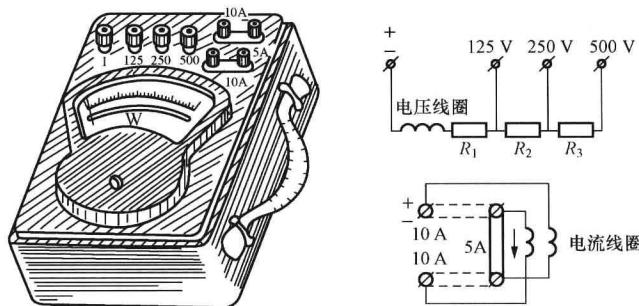

图 1-14 单相电功率表
- 3) 如图 1-14 所示, 有 4 个接线柱, 即 2 个电流端子、2 个电压端子。